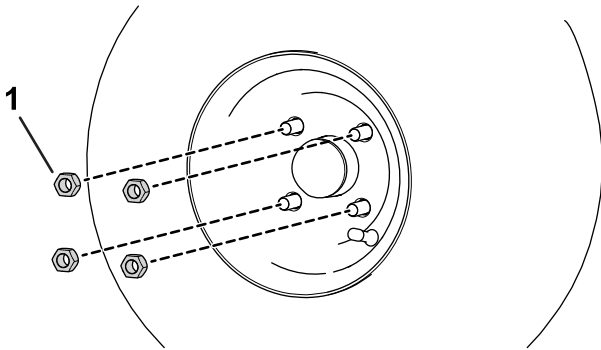

Figura 7
1. Utilice las tuercas de rueda que retiró anteriormente para fijar la rueda al cubo (Figura 7).